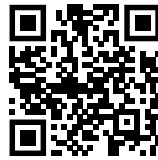

Fig. 84
- ▶ Откройте Liebherr SmartMonitoring Dashboard. (см. Fig. 84)